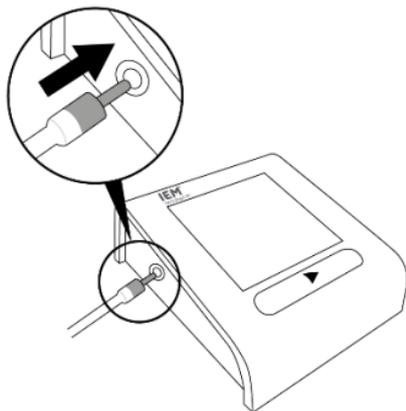

Abb. 7: Luftschlauch einstecken
1. Stecken Sie den Luftschlauchanschluss in die Luftschlauchbuchse auf der linken Seite des Blutdruckmessgeräts und stellen Sie das Blutdruckmessgerät auf den Tisch (siehe Abb. 7).